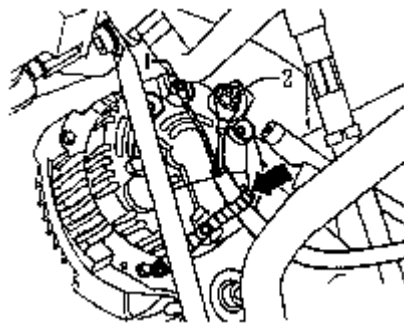

图 4-13 拆卸发电机导线
(14) 如图 4-13 所示，断开发电机导线，将线束从保持器上脱开（箭头所示）后向后拉，并置于一侧。拧开变速器左侧速度传感器 G22 的插头，并将导线置于一边。